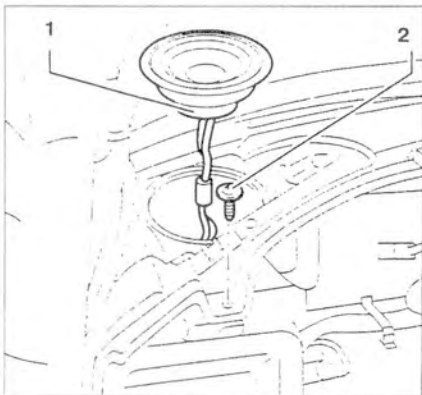

Рис. 10.37. Снимите левый динамик **1** и выкрутите винт **2**.
19. Снимите левый динамик **1** и выкрутите винт **2** (рис. 10.37).